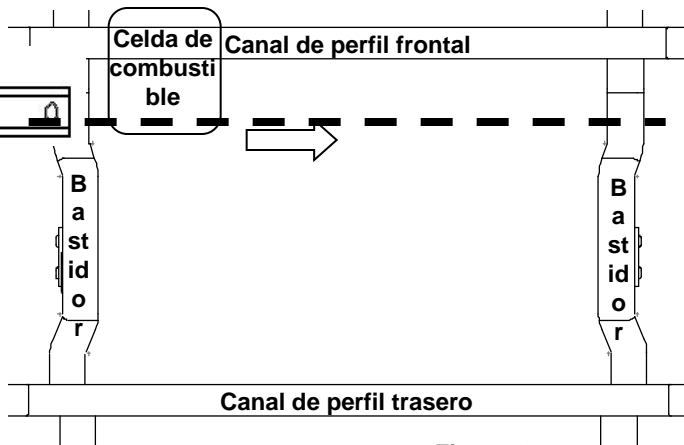

Figura 9
**Paso 16A :** Inserte el primer larguero desde la rueda trasera del lado del conductor bien por encima del bastidor. Apoye el larguero en ambos largueros del bastidor del chasis (**Figura 9**).